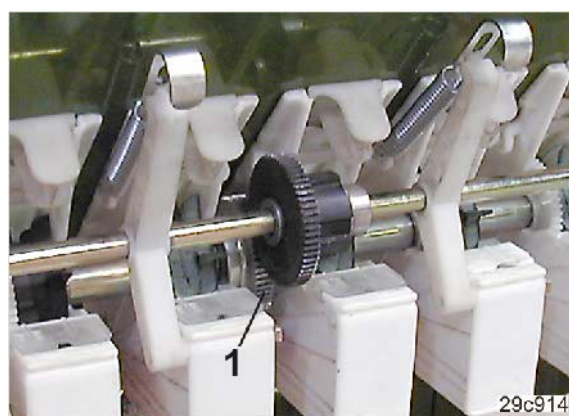

Fig. 236
1. Montér tandhjulet (Fig. 236/1) på bønnesaakslen.